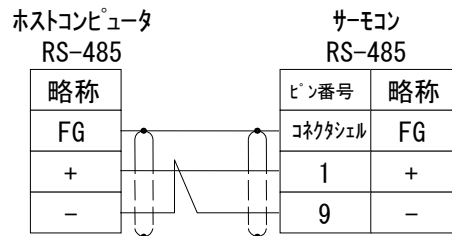

図 1-1 通信接続図
- ①サーモコンの電源スイッチをOFFにしてください。（通信コネクタの着脱時は必ず、サーモコンの電源がOFFの時に行ってください。）
- ②ケーブルをサーモコンの通信コネクタに接続してください。
- ・通信の接続図を図 1-1 に示します。
- ③サーモコンの電源スイッチをONにしてください。
- ④使用する全てのサーモコンについて通信方式の選択（P2-1 参照）を行います。（設定方法は取扱説明書 HEC-0M-Y009 をお読みください。）
- ⑤以上で通信の準備は終了しました。これで、ホストコンピュータから通信命令があれば、各サーモコンはそれに返信します。